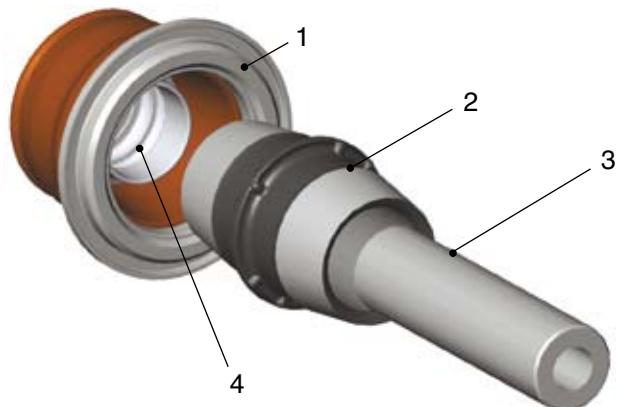

Рис. 6.5.1. Разъем сборной шины (1) с изолятором (2), контактной трубкой (3) и спиральными контактами (4)
Находящиеся в газовой камере сборные шины блоков распределительных ячеек соединяются друг с другом штекерными соединениями сборных шин (рис. 6.5.1 - 6.5.3). Соединение сборной шины состоит из смонтированных внутри модуля ячейки разъемов сборных шин из литой смолы (1), силиконовой изоляции (2), контактной трубы (3) и спиральных контактов (4).